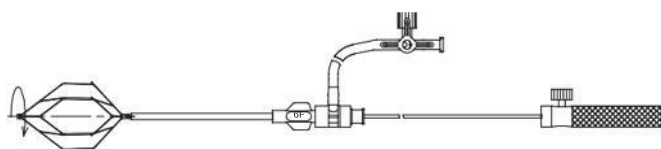

Рисунок 5
- 1.1.3 **Рисунок 5:** Снова соедините кова-фильтр с доставляющим кабелем путем вращения фильтра против часовой стрелки, если смотреть с каудальной стороны кова-фильтра.